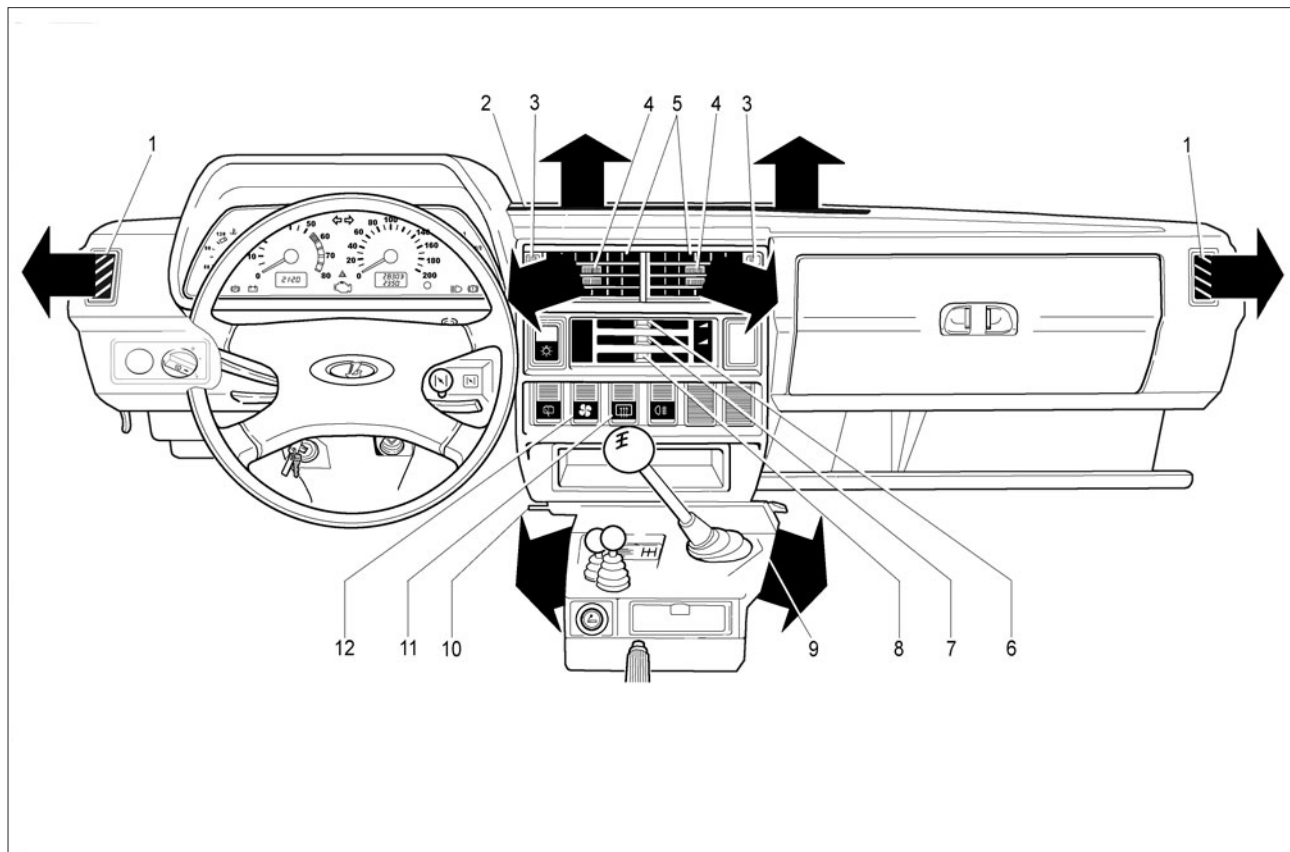

Рис. 25. Органы управления вентиляцией и отоплением салона
- через сопла 2 (рис. 25) обдува ветрового стекла, если передвинуть вправо распределительный рычаг 8 и рычаг 7 управления крышкой люка воздухопритока;